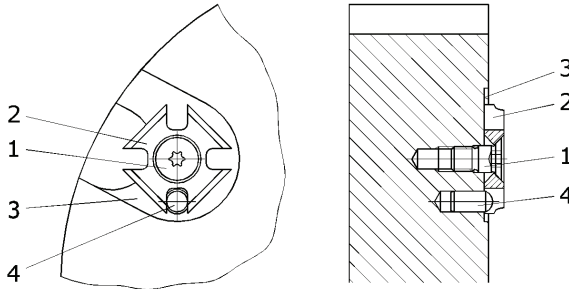

Abb. 1
(s. Abb.1)
2. Schraube (1) mit Torxschlüssel lösen und vollständig aus dem Messersitz entfernen.
3. Sternmesser (2) aus der Messeraufnahme entnehmen.
4. Messerauflage (3) und alle dazugehörigen Einzelteile reinigen. Darauf achten, dass alle Spannflächen frei von Verschmutzungen, Öl, Fett und Wasser sind.
5. Gewendetes oder neues Messer präzise einsetzen (s. Abb.1).
6. Darauf achten, dass das Messer sauber in den Positionierstift (4) eingreift.